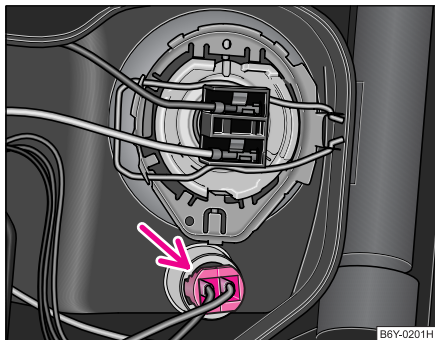

Abb. 168 Ausbau der Glühlampe für Standlicht vorn
- Ziehen Sie die Lampenfassung mit Glühlampe für Standlicht aus dem Scheinwerfer heraus ⇒ Abb. 168.